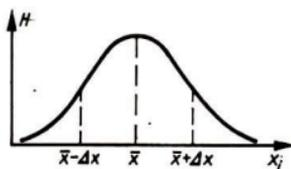

Bild 1
Wenn wir die gleiche physikalische Größe unter gleichen Bedingungen mehrfach messen und die Häufigkeit H übereinstimmender Meßwerte über dem Meßwert x_i auftragen, erhalten wir bei ausreichend hoher Zahl der Messungen eine Verteilung der Meßwerte nach Bild 1. Die Häufigkeit von Meßwerten in der Nähe des durch (7) definierten Mittelwertes \bar{x} ist sehr groß, dagegen weichen nur wenige Meßwerte wesentlich von \bar{x} ab. (Grobe Meßfehler sind dabei nicht berücksichtigt!) Die Festlegung eines Bereiches $\bar{x} \pm \Delta x_{\text{zuf}}$ wird damit zu einem Wahrscheinlichkeitsproblem. Wenn wir garantieren wollen, daß der wahre Wert x mit großer Wahrscheinlichkeit (hoher statistischer Sicherheit) in dem von uns anzugebenden Bereich $\bar{x} \pm \Delta x_{\text{zuf}}$ liegt, dann werden wir $|\Delta x_{\text{zuf}}|$ relativ groß wählen müssen. Beugnen wir uns jedoch mit einer geringen statistischen Sicherheit, dann werden wir auch einen kleineren Bereich angeben können. Wir müssen jedoch dann damit rechnen, daß mit zwar geringer, aber nicht zu vernachlässigender Wahrscheinlichkeit der wahre Wert x doch außerhalb des von uns angegebenen Bereiches liegt.